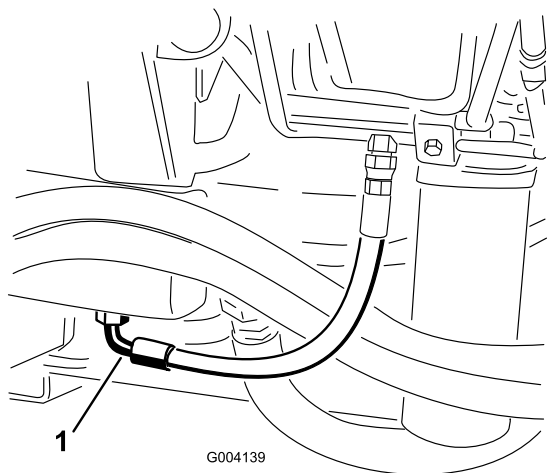

Figure 88
2. Placez un grand bac de vidange sous le raccord monté au bas du réservoir de liquide hydraulique (Figure 88).